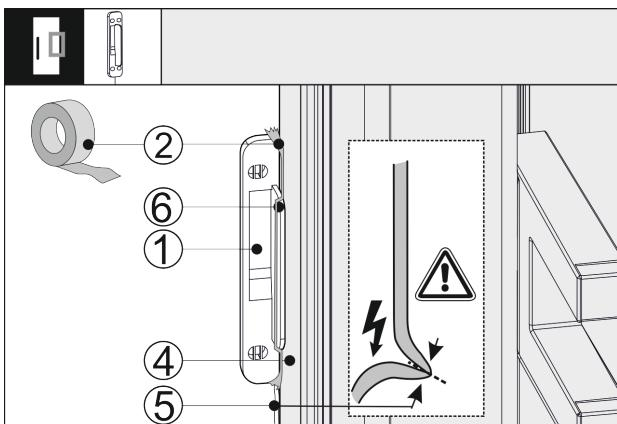

Fig. 42
- Nasadte snímač klopania Fig. 42 (1) zboč na dvere zariadenia Fig. 42 (4) tak, aby doraz Fig. 42 (6) priliehal k dverám zariadenia Fig. 42 (4). Kábel snímača Fig. 42 (5) je zláhka napnutý a tiež prilieha k dverám zariadenia Fig. 42 (4).
- Zafixujte snímač klopania Fig. 42 (1) pomocou lepiacej páske Fig. 42 (2). Snímač klopania sa neskôr zoskrutuje s prednou časťou nábytku.